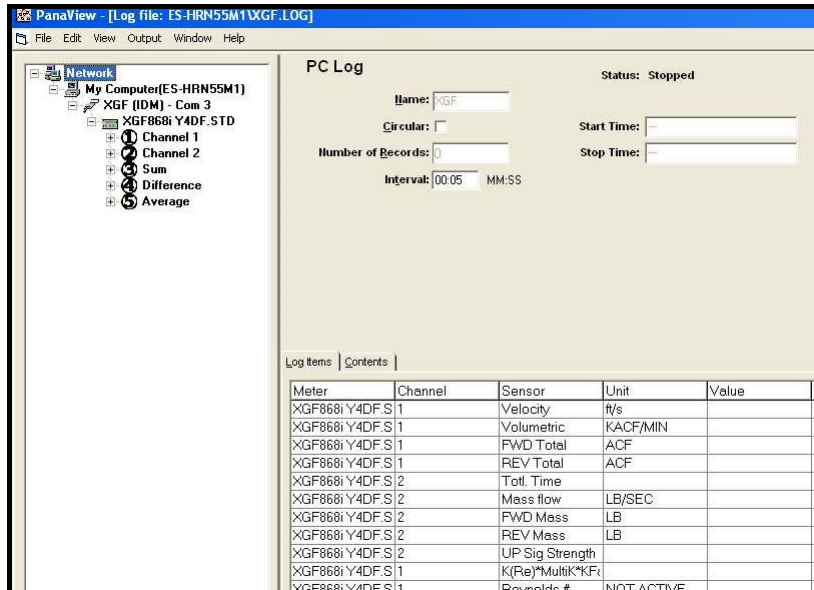

Figura 21: Contenido típico del registro
- Haga clic en la pestaña *Contenido* (véase la *Figura 21 en la página 49*) para obtener una lista de todos los puntos de datos registrados hasta la fecha para el parámetro actualmente resaltado en la pestaña *Elementos de registro*.
Recuerde que sólo se pueden graficar dos parámetros por canal, y que se deben graficar los mismos dos parámetros para cada canal de una pantalla gráfica multicanal. Cuando haya terminado de ver el gráfico, haga clic en el botón de opción **[Cerrar]** para cerrar la ventana del gráfico y dejar el registro en funcionamiento. Para revisar los detalles del registro, haga clic en la pestaña *Contenido*. La ventana será ahora similar a la *Figura 21*.
- Haga clic en la pestaña *Elementos de registro* (véase la *Figura 21 en la página 49*) para obtener una lista de los parámetros especificados para el registro.